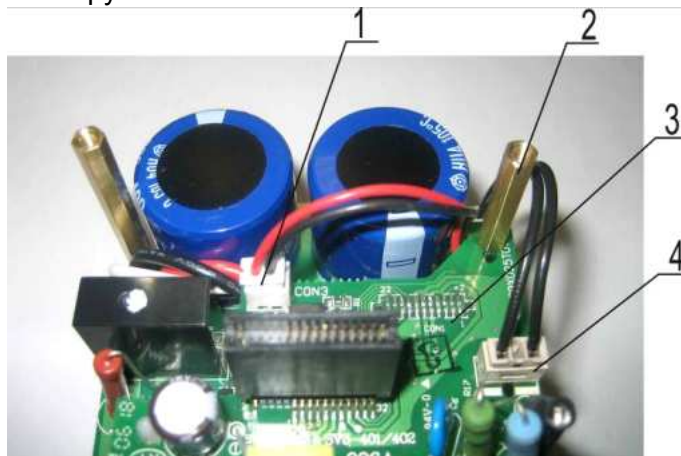

Рис. 6.7
6.6.1. Выкрутить стойку 2 (рис. 6.7). Положить стойку в тару.
6.6.2. Отсоединить розетку 4 от разъема на плате 3 (рис. 6.7).
6.6.3. Отсоединить розетку 1 от разъема на плате 3 (рис. 6.7). Положить кабель вентилятора в тару.